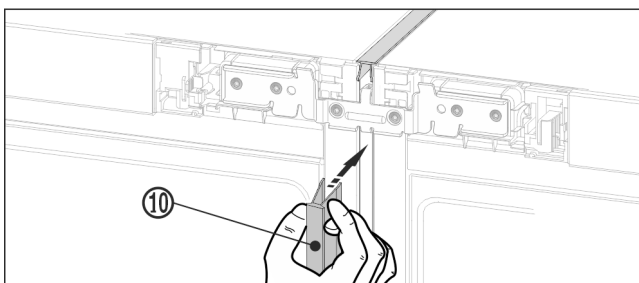

Fig. 19
- À l'avant, pousser la baguette longue Fig. 19 (10) dans la fente verticale. Veiller à ce que la baguette repose sur la tôle de jonction.